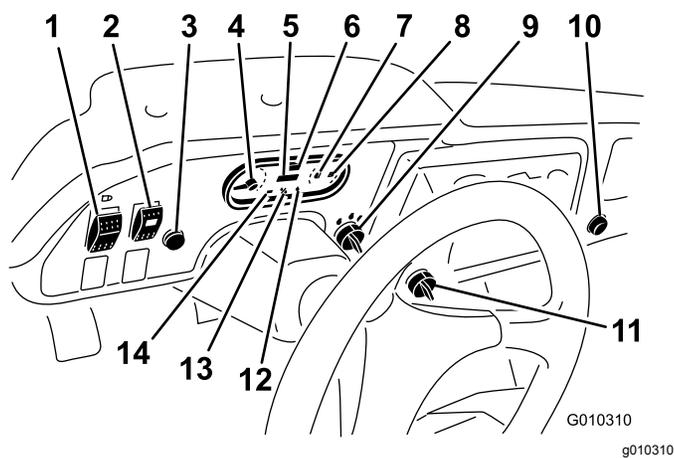
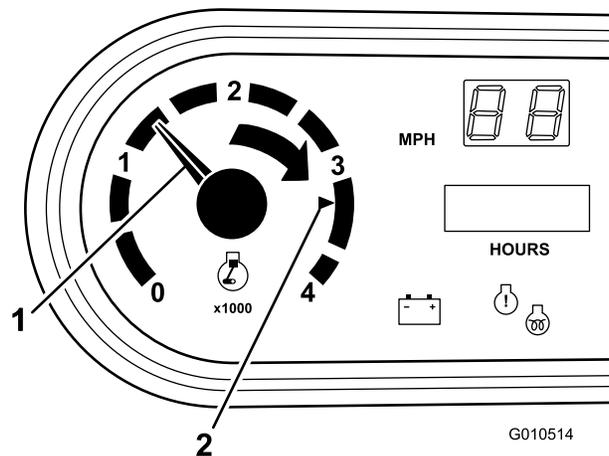

Рисунок 9
Рисунок 10
Используйте выключатель зажигания (Рисунок 9) для запуска и останова двигателя. Он имеет три положения: «Выкл.» (OFF), «Вкл.» (ON) и «ПУСК» (START). Для включения электродвигателя стартера поверните ключ по часовой стрелке в положение ЗАПУСК. Когда двигатель заведется, отпустите ключ. Ключ автоматически вернется в положение Вкл. Чтобы заглушить двигатель, поверните ключ против часовой стрелки в положение Выкл.
Счетчик моточасов показывает полную наработку машины в часах. Счетчик моточасов (Рисунок 9) начинает отсчет, как только выключатель зажигания поворачивается в положение ON (Вкл.), а также активен при уже работающем двигателе.
Переведите переключатель блокировки третьей высокой передачи (Рисунок 9) в положение ЗАМЕДЛЕНИЕ (Slow) и извлеките ключ, чтобы предотвратить использование третьей передачи в «Высоком» (High) диапазоне. При переводе рычага переключения передач на третью передачу, когда включен «Высокий» (High) диапазон, двигатель остановится.
Нажмите на выключатель освещения (Рисунок 9) для включения или выключения фар.
Предупреждающий индикатор давления масла (Рисунок 9) загорается, если при работающем двигателе давление масла падает ниже безопасного уровня. Если индикатор мигает или горит постоянно, остановите машину, заглушите двигатель и проверьте уровень масла. Если уровень масла низкий, но долив масла не приводит к отключению лампы при повторном запуске двигателя, немедленно заглушите двигатель и обратитесь за помощью к местному дистрибьютору компании Toro.
Индикатор запальной свечи (Рисунок 9) загорается красным светом, когда включаются запальные свечи.
Данный указатель и индикатор показывает температуру охлаждающей жидкости двигателя и работает только в случае, когда выключатель зажигания находится в положении Он (Вкл.) (Рисунок 9). Если двигатель перегрет, этот световой индикатор мигает красным светом.
Индикатор разрядки загорается, когда аккумуляторная батарея разряжена. Если этот индикатор загорается во время работы, остановите машину, заглушите двигатель и проверьте возможные причины, например ремень генератора (Рисунок 9).
Указатель топлива показывает количество топлива в баке. Он работает только тогда, когда выключатель зажигания находится в положении Он (Вкл.) (Рисунок 9). Красный цвет указывает на низкий уровень топлива, а мигающий красный указывает, что бак почти пуст.
Чтобы привести в действие гидравлическую систему с большим расходом, поверните выключатель (Рисунок 9).
При нажатии на кнопку звукового сигнала активируется звуковой сигнал (Рисунок 9).
Регистрирует частоту вращения двигателя (Рисунок 9 и Рисунок 10). Белый треугольник показывает частоту вращения вала механизма отбора мощности 540 об/мин (Рисунок 10).
Спидометр показывает скорость движения машины (Рисунок 9). Он показывает скорость в милях в час, но легко перенастраивается на километры в час; см. раздел Переделка спидометра \(страница 68\).
Используйте электрическую розетку (Рисунок 9) для питания дополнительных 12-вольтовых электрических устройств.